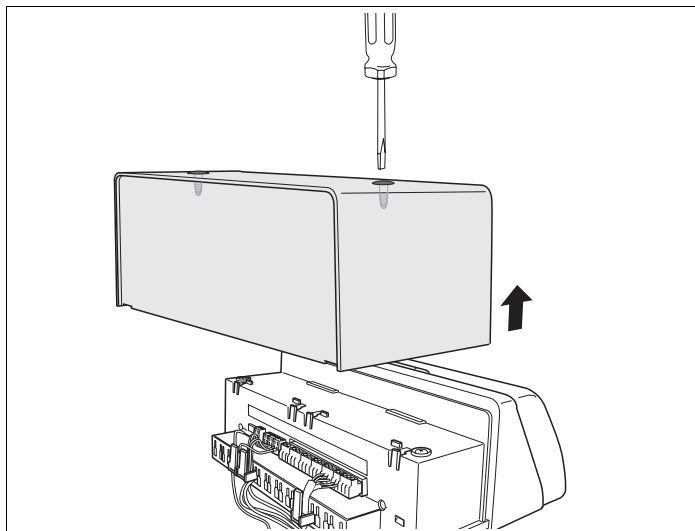

Рис. 5 Снятие верхней крышки
- Открутить 2 винта сверху крышки (рис. 5).